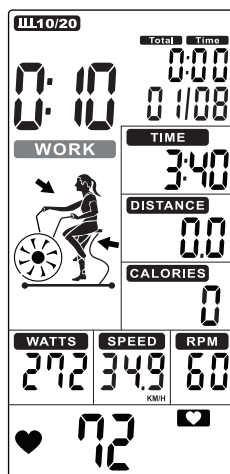

FIGURA 29
- O tempo entra em contagem regressiva de 10 a 0 e a palavra WORK pisca uma vez por segundo. Enquanto isso, o Display exibe uma animação de rotação e contagem regressiva de 4 minutos. Então, TEMPO (DISPLAY 3), DISTÂNCIA (DISPLAY 4), CALORIAS (DISPLAY 5), WATTS (DISPLAY 6), VELOCIDADE (DISPLAY 2) E RPM (DISPLAY 1) começam a contar, o display exibirá '01/08' (Figura 29).